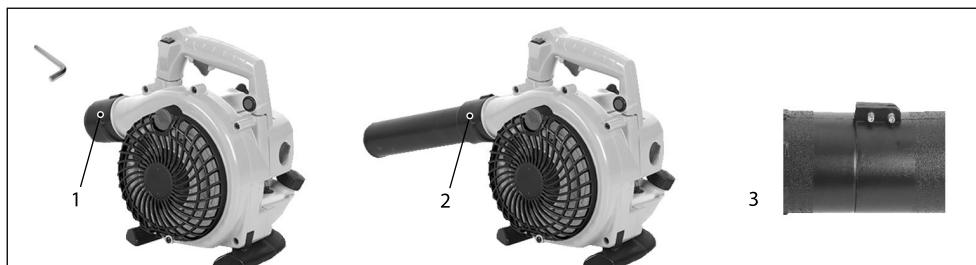

Fig. 1
1. Folosind cheia hexagonală inclusă, îndepărtați cele 2 șuruburi de pe capul de motor (1) și păstrați-le în siguranță.
2. Introduceți tubul superior al suflantei (2) în capul motorului cât se poate de mult și apoi înlocuiți cele 2 șuruburi cu cap hexagonal pentru fixare.
3. Introduceți tubul inferior al suflantei (2) în tubul superior al suflantei și apoi fixați cu cele 2 șuruburi cu cap hexagonal din cutia cu scule (Fig. 1).